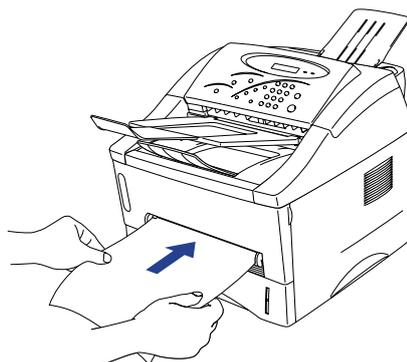
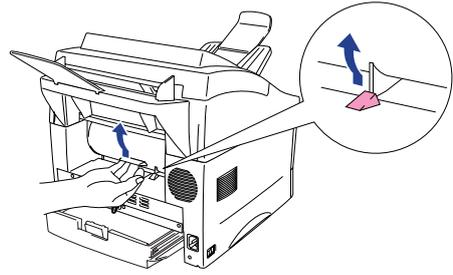

图 2-17
图 2-18
- (3) 双手将纸张插入手动进纸器中，直到纸的前沿碰到进纸辊。
- (4) 托住纸张直到打印机自动将纸张送进一段后再松手。(图 2-17)
- (1) 在打印机驱动程序中选用手动送纸方式；
- (2) 打开打印机后面的后盖 (图 2-18)；
- (3) 向打印机传送打印数据；
- (4) 按照图2-17中的第 (3)、(4) 进纸并打印；
- (5) 关闭打印机后盖。